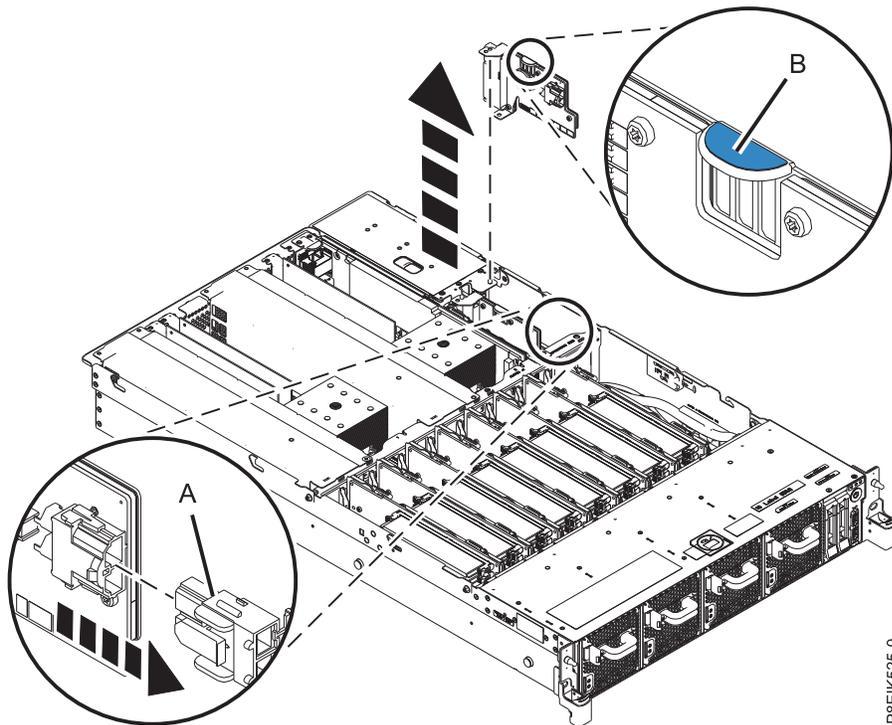

Figure 200. Retrait du connecteur de bus d'alimentation du système
- a. Saisissez l'extrémité connecteur du câble d'alimentation des ventilateurs raccordée au connecteur de bus d'alimentation. Voir **(A)** dans la figure 200.
- c. Retirez le connecteur de bus d'alimentation de son emplacement en le tenant par la languette bleue. Voir **(B)** à la figure 200.